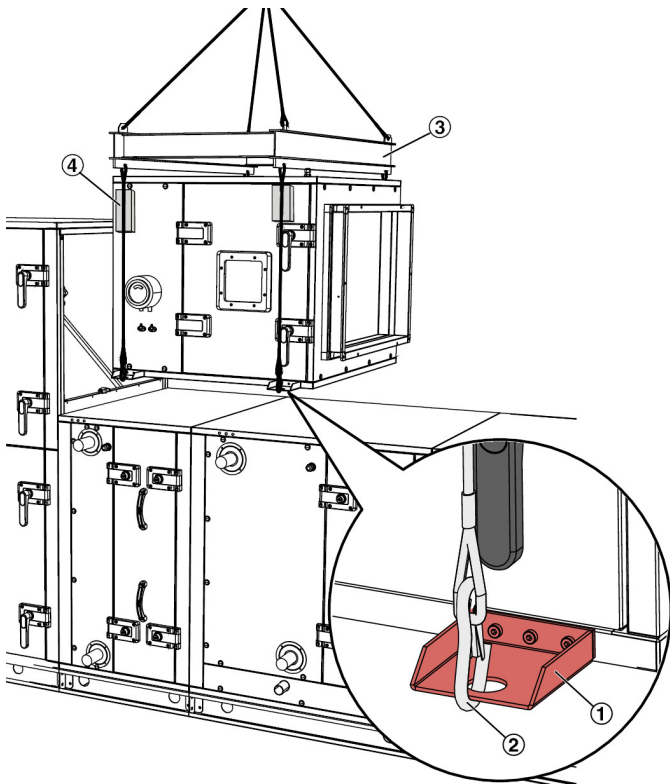

Abb. 6: Anschlag an Transportwinkel
Die Anzahl der Transportwinkel am RLT-Bauteil (Abb. 6 /1) gibt die Anzahl der zu verwendenden Anschlagpunkte vor.
1. ▶ Anschlagmittel (Abb. 6 /2) an Transportwinkel einhängen.
- Die Anschlagmittel (Transportketten oder -seile) mit geeigneten Spreizvorrichtungen, z. B. Traverse (Abb. 6 /3) im Dachbereich auseinander halten.
- Sicherstellen, dass das RLT-Bauteil durch die Anschlagmittel nicht beschädigt wird. Die Kanten der RLT-Bauteile mit z.B. mit Distanzhölzern (Abb. 6 /4) schützen.